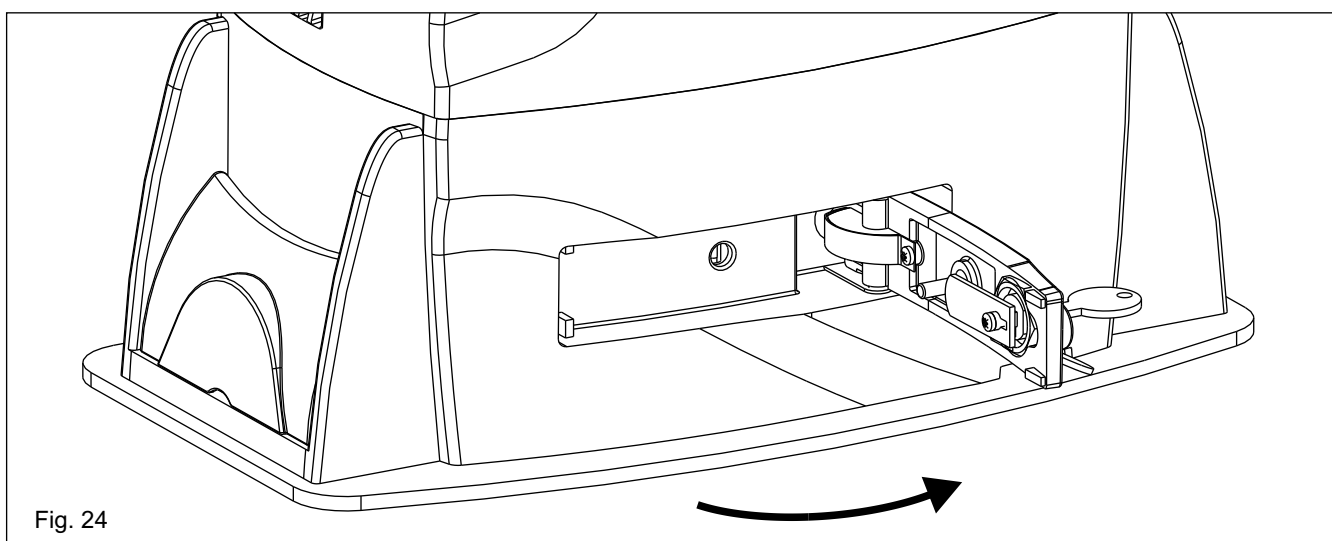

Fig. 24
- Tirer le levier de déverrouillage jusqu'à la battue, 90° environ (Fig. 24).